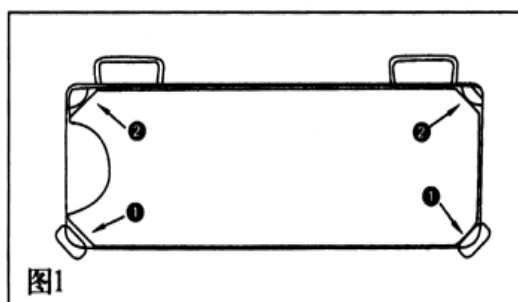
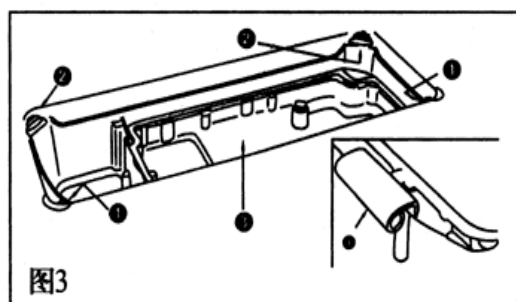
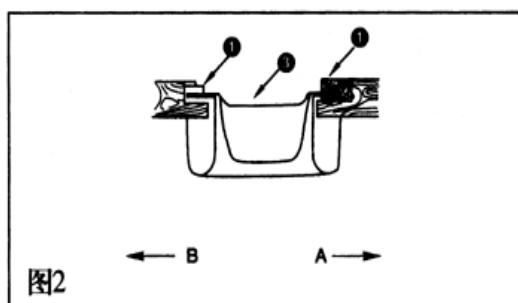
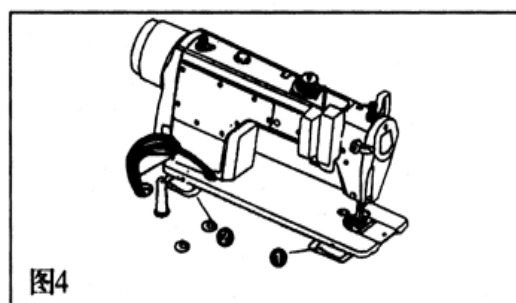

图1
图3
图2
图4
## 4、机器的安装(图1、图2、图3、图4)
- 2) 将两只机头座垫①安装在油盘③的A边(朝操用者一边),将两只油盘支座②安装在油盘③的B边(用机头连接钩接合一边),然后放上油盘③(图1、图2)
- 3) 将机头连接钩①插入底板销孔内,与台板的机头连接钩座②相嵌合再把机头放到油盘四只角的座垫上。(图3、图4)